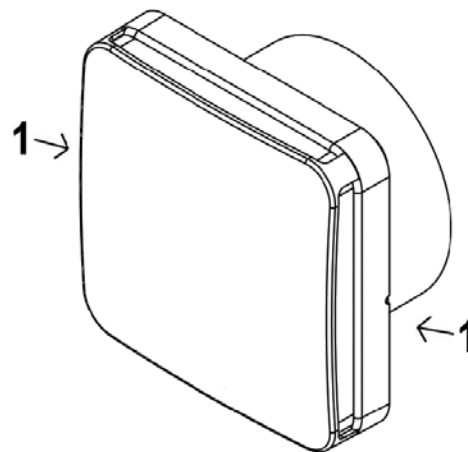

Fig.6 Sgancio coperchio frontale
Sganciare il coperchio dal portamotore premendo sui fori laterali (1) mediante un piccolo cacciavite (Fig.6).